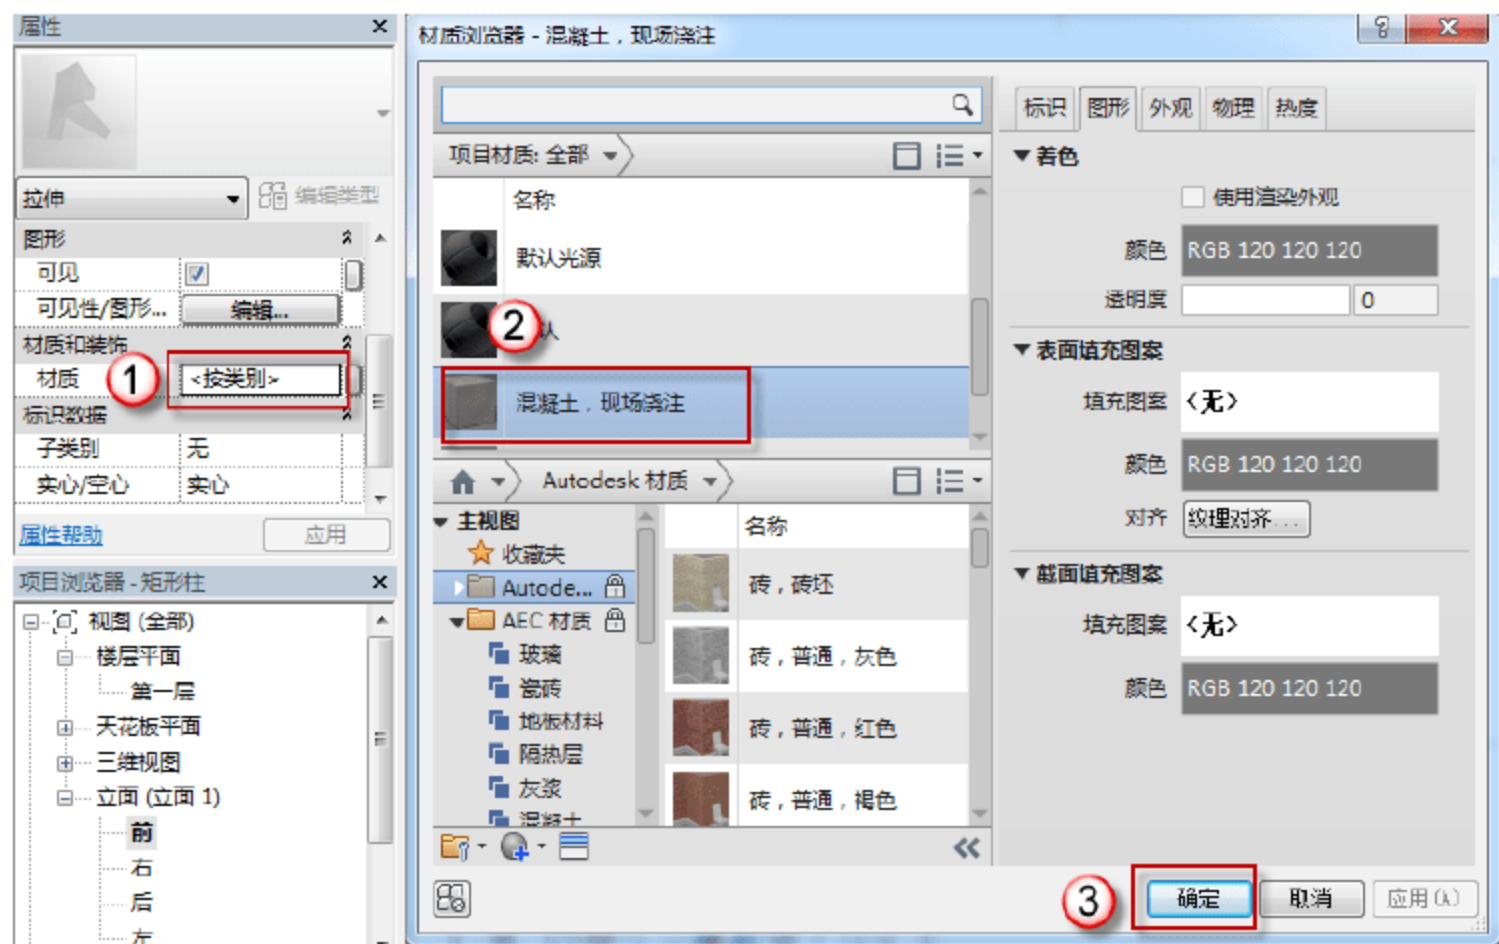

图 12.3.12 添加材质
(10) 添加材质。单击“材质”参数后面的“按类别”按钮，在弹出的“材质浏览器”对话框中选择“混凝土，现场浇注”选项，单击“确定”按钮，如图 12.3.12 所示。